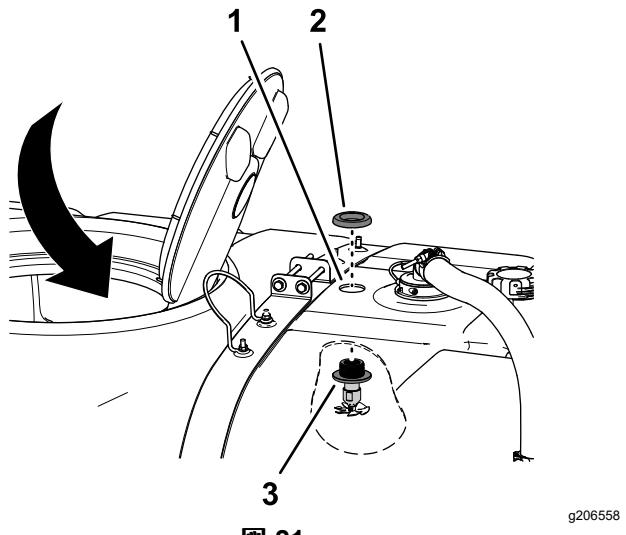

図 21
- タンクの口直径41cmからタンク内部への作業を行なうノズルアセンブリを、液剤タンクに穴を開ける\(ページ9\)で開けた直径 45mm の穴に、図 21のように合わせる。
- タンク上部のバルクヘッドフィッティングのねじ山に、プラスチック製フランジナットを嵌め、このナットを手締めする図 21。